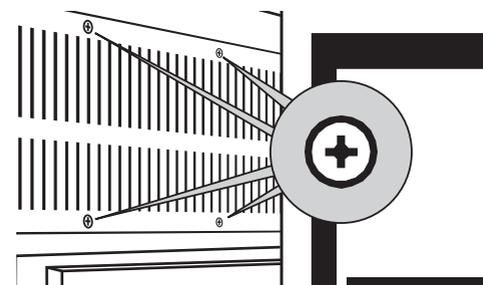

Рис. 11.
4. Отвинтите четыре винта защитной крышки платы питания (рис. 11).